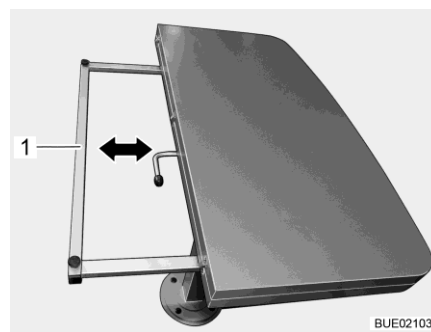

Fig. 105 Raccourcir le plateau de table
- Maintenir le cadre support (Fig. 105,1) des deux côtés et pousser de manière homogène jusqu'en butée sous le plateau de table.